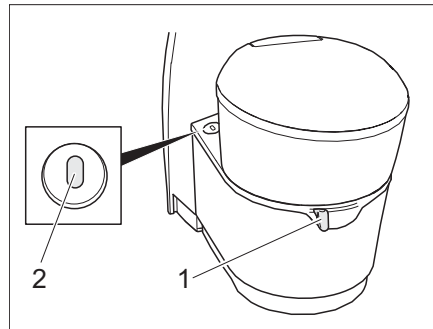

Bild 132 Thetford-Toilettenschüssel, schwenkbar
- Vor dem Spülen den Schieber der Thetford-Toilette öffnen. Dazu den Schieberhebel (Bild 132,1) entgegen dem Uhrzeigersinn schieben.
Die Anzeige (Bild 132,2) wird rot, wenn die Thetford-Kassette entleert werden muss.
- Den Schieberhebel (Bild 132,1) im Uhrzeigersinn schieben. Der Schieber wird geschlossen. Zum Entleeren **muss** an der Thetford-Toilette der Schieber geschlossen sein.